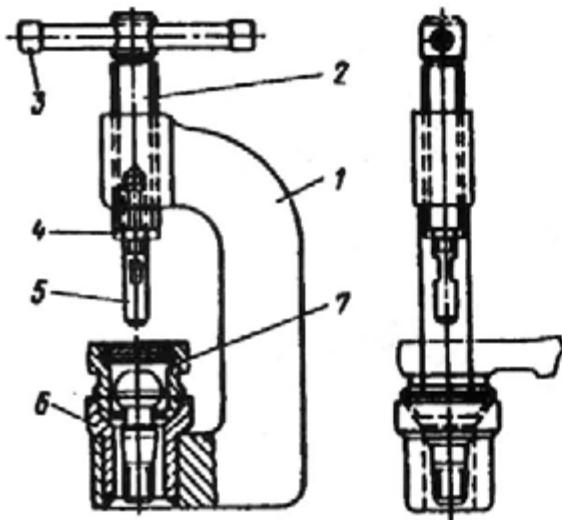

Рис. 216. Приспособление для сборки шарниров рулевых тяг:
2. С помощью приспособления (рис. 216) или утопив заглушку отверткой и скжав усики стопорного кольца, установите стопорное кольцо в канавку наконечника.